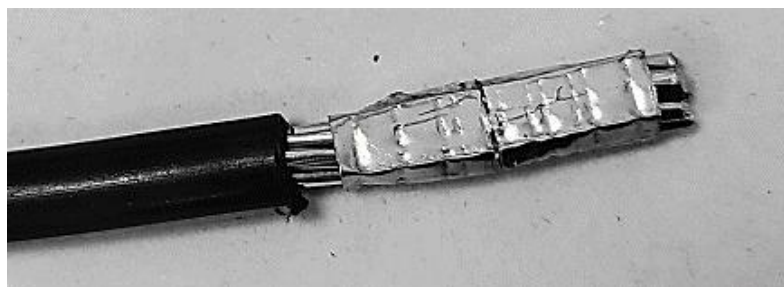

Рисунок 19 - Пример обжатия многожильного провода
4.3.5 Зачищенный конец многожильного провода обжать наконечником (рисунок 19). Рекомендуемая форма обжатия – квадрат или прямоугольник, рекомендуемый инструмент для обжатия – кримпер. Максимально допустимое сечение токоведущей части провода: до 25 мм².